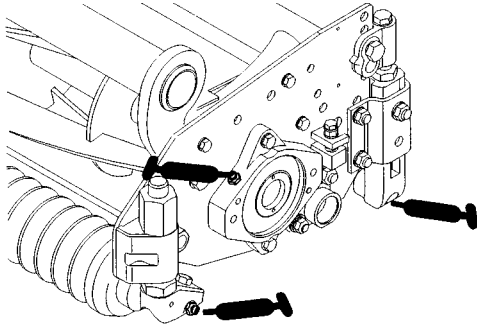

Bild 15
Jedes Schneidwerk besitzt (6) Schmiernippel (Bild 15), die regelmäßig mit Nr. 2 Allzweckschmierfett auf Lithiumbasis eingefettet werden müssen.
Die in Bild 15 dargestellten Schmiernippel sind auf beiden Seiten des Schneidwerks zu finden.